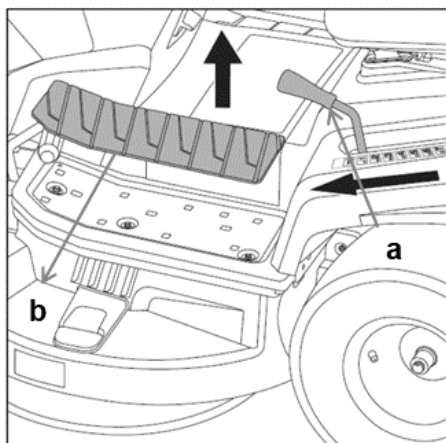

Fig. 24A
3. Sollevare l'altezza del piatto di taglio nella posizione più bassa spostando la leva di sollevamento del piatto (a). (Fig.24A)
4. Rimuovere il pedale (b) per sostenere il piede con l'aiuto di un utensile (Fig.24A).